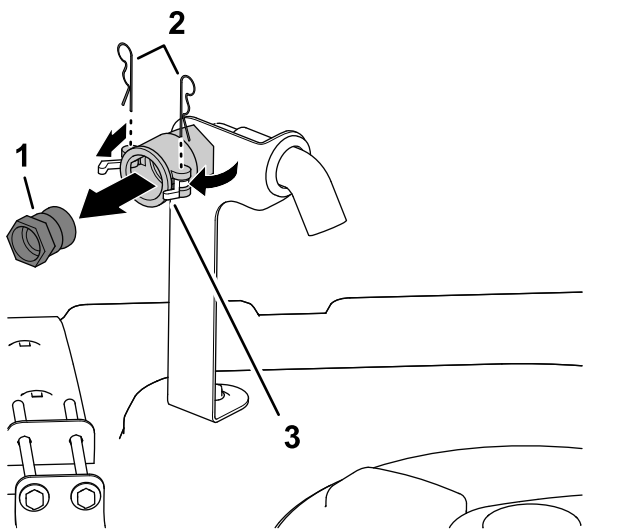

図 3
1. 液剤タンクカバーの右前側で、逆流防止レセプタクル用のクイックディスコネクットのフィッティングのラッチを固定しているヘアピン2本を外す 図 3。
2. ラッチを回して、クイックディスコネクットのカップリングのフィッティングのロックを解除する 図 3。
3. クイックディスコネクットのカップリングからフィッティングを外す 図 3。
4. ラッチを閉じて、クイックディスコネクットのカップリングのフランジにヘアピンを取り付ける 図 3。